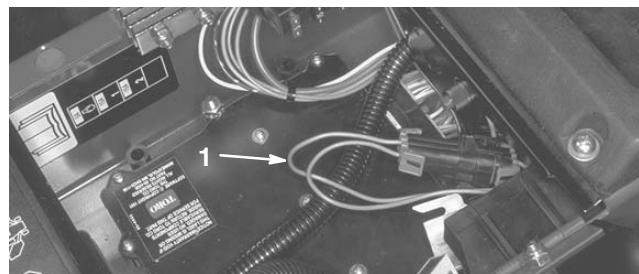

Bild 29
2. Öffnen Sie die Armaturenrettabdeckung. Ermitteln Sie den Kabelbaum und die Stecker in der Nähe des Controller. Ziehen Sie den Rückführungsstecker vorsichtig aus der Kabelbaumbuchse (Bild 29).